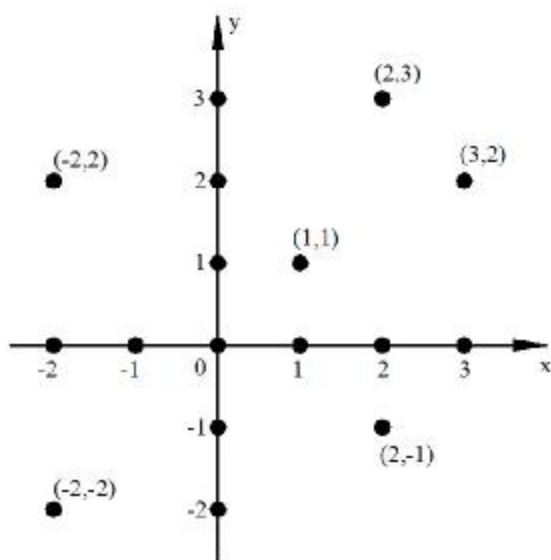

Fig. 1.8. Coordonate carteziene în plan.
**Coordonatele carteziane** - reprezintă coordonatele care sunt raportate – sub forma distanțelor – la un sistem de referință format dintr-un număr de drepte concurente egal cu numărul dimensiunilor spațiului de lucru. Sistemul AutoCAD utilizează un spațiu de lucru tridimensional în care cele trei drepte – denumite axe – sunt perpendiculare două câte două – coordonate carteziane rectangulare. În acest sistem de coordonate, axele se intersectează într-un punct, care poartă denumirea de origine și este în mod curent notat cu O. Prin poziția relativă față de origine și atribuirea unui sens de parcurgere fiecărei axe se obține o codificare univocă a oricărui punct al planului. În mod implicit în AutoCAD, axele sistemului de coordonate plan au sensul de la stânga la dreapta pentru axa Ox și de jos în sus pentru axa Oy. În acest sistem, un punct are coordonate pozitive dacă, față de origine, se găsește în sensul parcurgerii celor două axe, altfel coordonatele fiind negative. În fig. 1.8 este înfățișată definirea unor puncte într-un sistem de coordonate plan. Sistemul spațial de coordonate carteziane are cea de a treia axă – cota – perpendiculară pe planul format de abscisă și ordonată și notată în mod curent cu litera z. Cota intersectează planul xOy în originea O și are sensul identic cu sensul de înaintare a unui burghiu care se rotește în sens trigonometric – invers acelor ceasornicului. Concluzia este că, în spațiul de lucru AutoCAD, oricare punct este definit printr-un triplet de numere care reprezintă coordonatele carteziane ortogonale ale punctului (abscisa – x, ordonata – y, cota – z). În